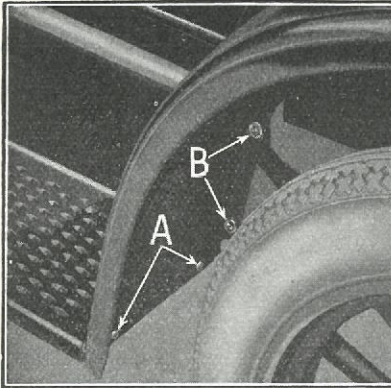
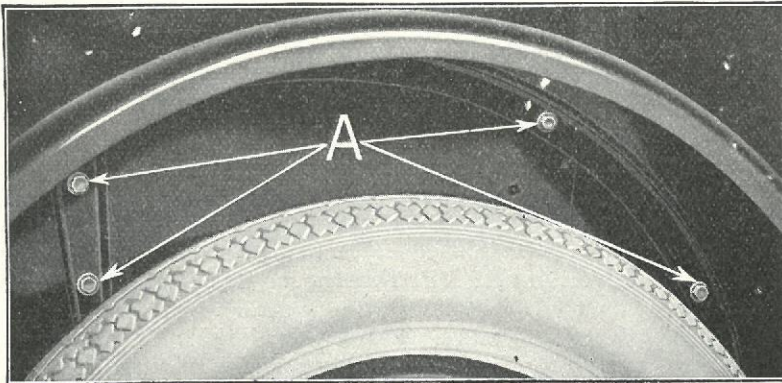

Fig. 539
Fig. 541
1160 For at aftage de nye Bagskærme skrues Møtrikkerne af de to Bolte, der holder Bagskærmen til Trinbrædtet (Fig. 539-A), og af Boltene »B«, der gaar gennem Bagskærm og Sideskærm. Derefter skrues de fire Skruer (Fig. 541-A) ud, som gaar gen-
- 1162** Ved Paasætning af den nye Type Skærme anbringes Fjederskiver paa Enden af de fire Karosseriskruer. Skærmen anbringes saaledes mod Karosseriet, at Boltehullerne flugter. De fire Bolte »A« (Fig. 541) indsættes og skrues ned i Møtrikkerne, som holdes af Karosseriet, men de spændes ikke til, før alle Bolte er sat i.
- 1163** Indsæt de to Bolte gennem Skærm og Trinbræt (Fig. 539-A). Anbring Fjederskiver paa Enden af Boltene og skru Møtrikkerne til, men spænd dem ikke, før alle Skærmboltene er sat i.
- 1164** Anbring Underlagsskiver paa de to Bolte, som forbinder Skærm og Sideskærm, og indsæt Boltene gennem Skærm og Sideskærm (Fig. 539-B). Anbring en Underlagsskive tilligemed en Fjederskive paa Enden af hver af de to Bolte. Lad Møtrikkerne først tage fat paa Enden af Boltene og spænd derefter haardt til.
- 1169** Skru Møtrikkerne af de to Bolte (Fig. 539-A), der holder Bagskærmen til Trinbrædtet, og udtag Boltene.
- 1173** Indsæt de to Bolte (Fig. 539-A), der holder Bagskærmen til Trinbrædtet. Paasæt Fjederskiver og skru Møtrikkerne ned, men træk dem ikke fast til, før alle Bolte er indsat.
- 1181** Skru Møtrikkerne af de to Bolte (Fig. 539-B), der holder Bagskærmen til Sidestænskærmen, og udtag Boltene.